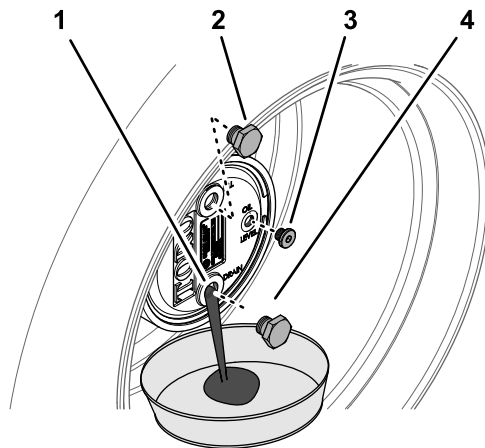

图 60
2. 取出 12 点钟位置的加油塞和 3 点钟位置的检查塞 图 60。
3. 将放油盘放在行星齿轮毂下面取出 6 点钟位置的排油塞让油完全排出 图 60。
5. 将排油塞安装到行星齿轮箱的排油孔中 图 60。